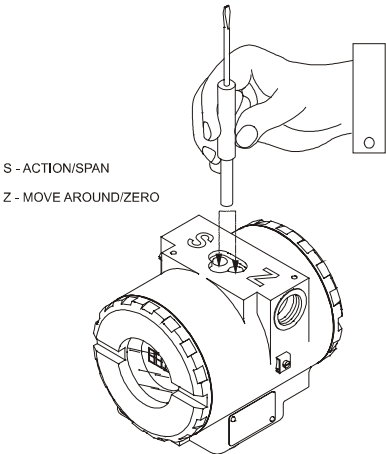

图 4.1 – 本地零点和量程调整以及本地调整开关
在变送器的标识牌下有两个孔，可以通过它使用磁性工具来激活两个磁性开关（见图 4.1）。
- ✓ 将磁性工具插入零点调整孔**(Z)**，见图 4.1